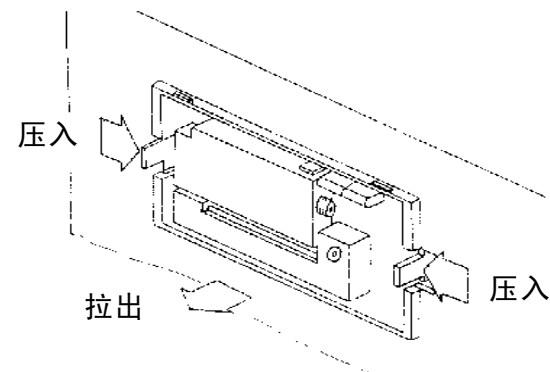

图 2-8 取下整个打印机
- (2) 从仪器面板上取下整个打印机。请按图 2-8 所示用手指向内夹住打印机的两侧活动舌头，将整个打印机从仪器面板上轻轻取下。注意：在取下打印机之前，一定要确认已关断打印机的电源！